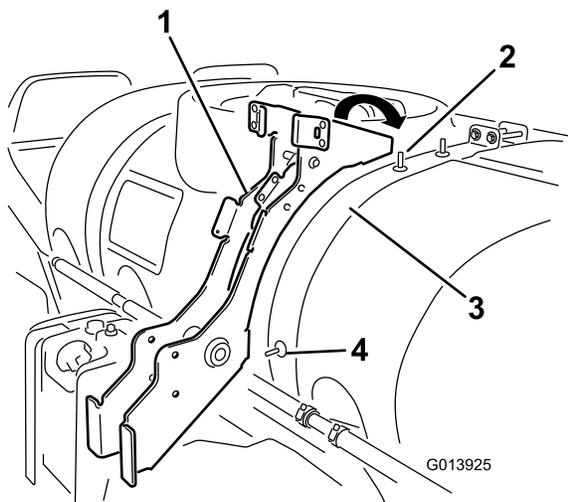

Figure 9
3. Placez le bâti sur la sangle de la cuve en alignant le trou inférieur du bâti avec le boulon exposé sur le côté de la sangle de la cuve et le trou supérieur avec le boulon supérieur de la sangle de la cuve, comme illustré à la Figure 9.